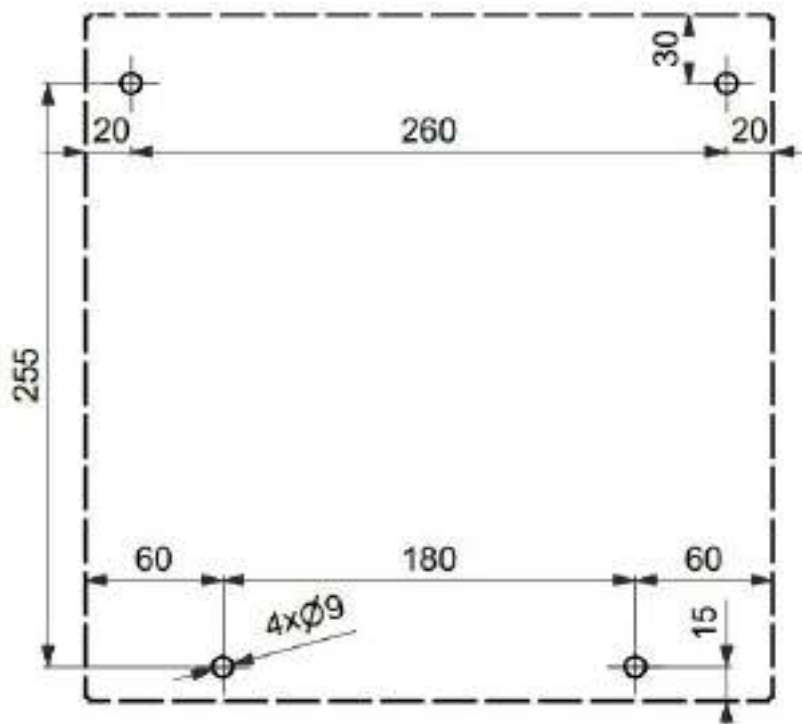

Рис. 9 Размеры для сверления отверстий для укрепления УФ шкафа
- Шкаф УФ прикрепите четырьмя винтами надлежащим способом на стену или стойку. Размеры для сверления показаны на рис. 9. Для точного расположения отверстий можно также использовать шаблон для сверления, который прилагается к УФ системе. Максимальное расстояние между УФ шкафом и УФ реактором ограничено длиной проводников, см. п. 3.